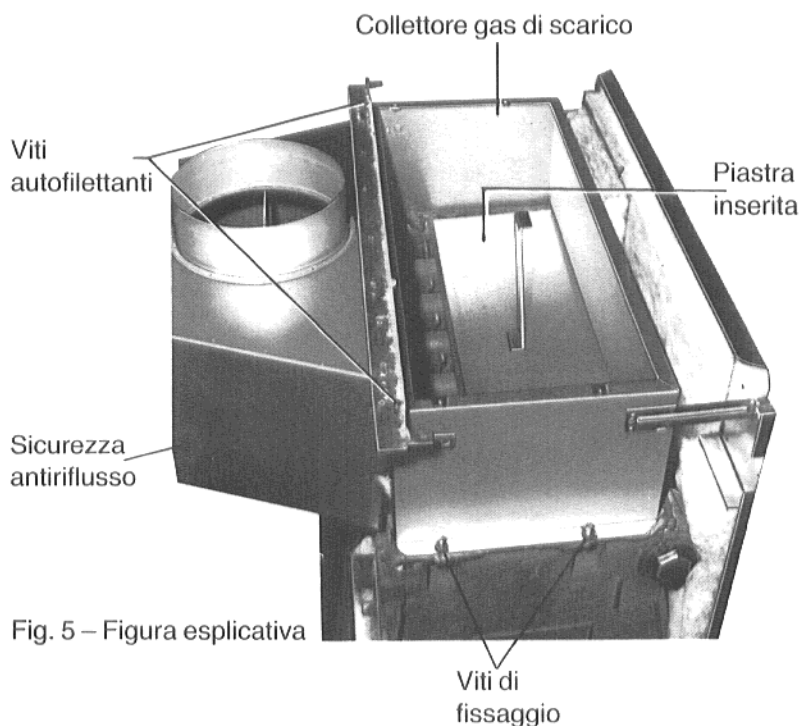

Fig. 5 – Figura esplicativa
- Togliere, se presente, la **piastra inserita** (Fig. 5).
- Svitare il collettore dei gas di scarico dal blocco caldaia (Fig. 5 e 6).